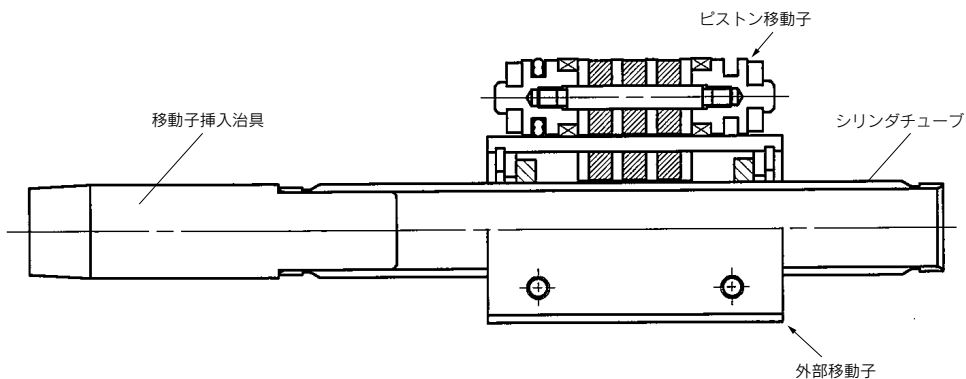

図11 正しい方向性(各移動子の中心に位置する)( $\phi 10$ )
- (1) シリンダチューブ内周面にグリースを塗布してください。
- (2) ピストン移動子を外部移動子上に置いてください( $\phi 6$ 、 $\phi 10$ の場合)。 $\phi 6$ 、 $\phi 10$ 以外のサイズは各移動子の挿入方向性はありませんので作業不要です。
- (3) 図12のようにピストン移動子が外部移動子の中央で吸着できない場合は、ピストン移動子を $180^\circ$ 反転して図11のようになしてください。間違った方向で各移動子をシリンダチューブに挿入すると、正常な磁石保持力は発生しません。また、正常なストロークも出ません。ご注意ください。
- (4) シリンダチューブに移動子挿入治具を挿入してください。
- (5) 各移動子が図11の状態であることを確認したうえで、グリースを塗布した外部移動子をシリンダチューブに挿入してください。
- (6) 移動子挿入治具をシリンダチューブから外してください。
- (7) グリースを塗布したピストン移動子をシリンダチューブに挿入してください。
- (8) 外部移動子を手で複数回移動させ、グリースをシリンダチューブ全体になじませてください。
- (9) 外部移動子をストローク端に移動させ、ピストン移動子端面に付着した余分なグリースを軽くふき取ってください。
- (10) 分解時の逆の手順でエンドカバー等を再組付けしてください。